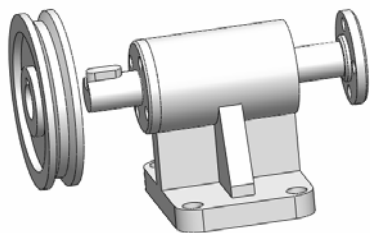
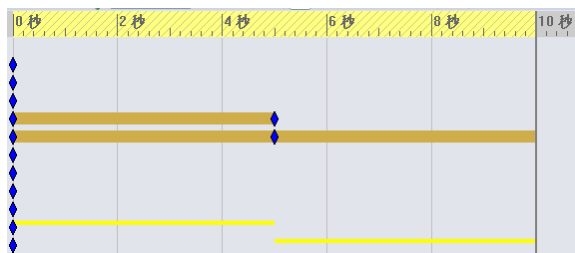

图 13-46 动画结果
图 13-47 MotionManager 界面
⑫ 传动动画的结果如图 13-46 所示，MotionManager 界面如图 13-47 所示。